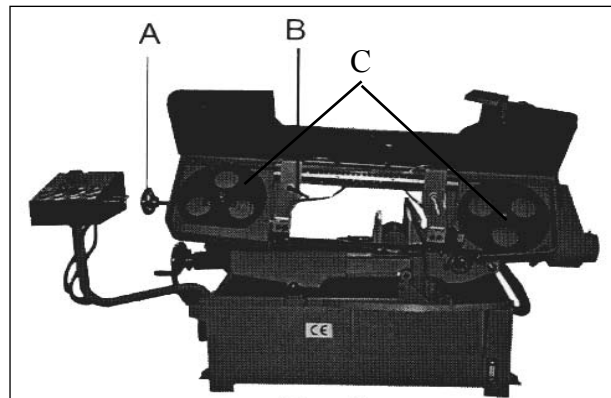

FIG. 1
4. Détendez la lame en tournant le volant de tension de la lame (A) de la Fig. 1 dans le sens inverse des aiguilles d'une montre.
8. Mettez la lame en place sur les volants (C) et passez-la dans le carter de lame supérieur (B) de la Fig. 1.